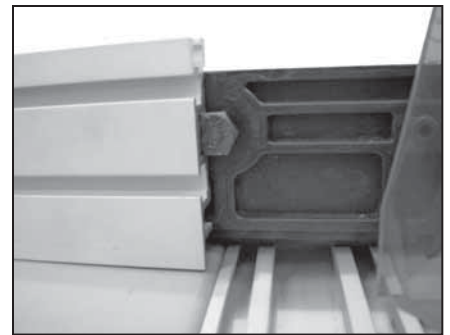

Figure 6
5. Aligner les têtes des boulons hexagonaux installés à l'étape 4 avec la fente centrale des guides d'extrusion en aluminium. Lorsque les guides d'extrusion sont en place, les poignées à 4 pointes peuvent être serrées afin de maintenir la face en position. Voir la figure 6.